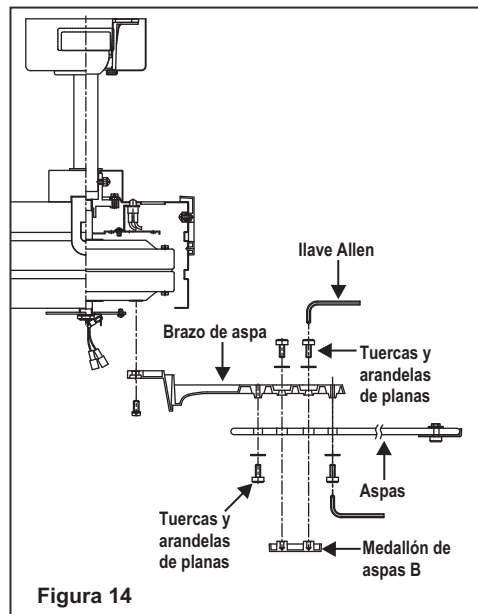

Figura 14
**Paso 2.** Fije las hojas al soporte de la hoja utilizando seis tornillos Allen, arandelas planas y medallones B. Asegúrelos firmemente con la llave Allen proporcionada. Asegúrese de que la hoja esté recta. (Figura 14)
**Paso 3.** Fije el conjunto de cuchillas al motor con los tornillos del motor proporcionados. (Figura 14)